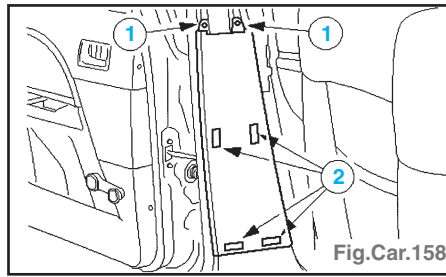
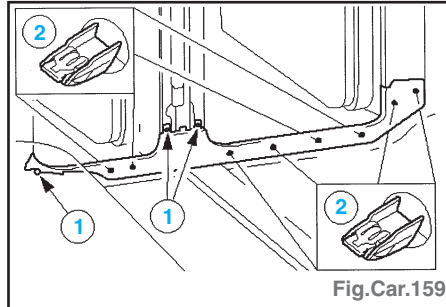

Fig.Car.158
Fig.Car.159
- Déposer le panneau de garnissage inférieur de montant B (Fig.Car.158) :
- déposer les vis de fixation (1),
- détacher les clips de fixation (2).
- Déposer le panneau de garnissage latéral d'auvent (Fig.Car.159) :